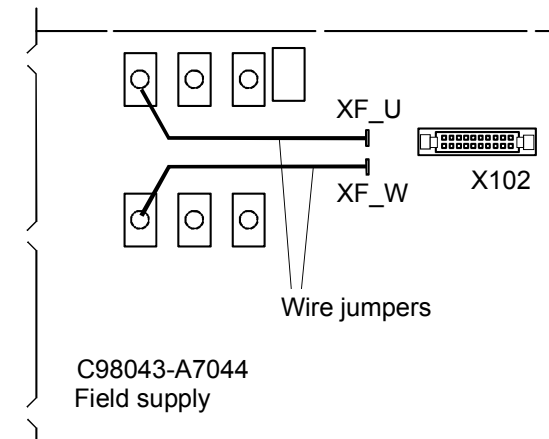

Fig. 6.10.3.1
-Insert wire jumpers acc. to Fig. 6.10.3.1